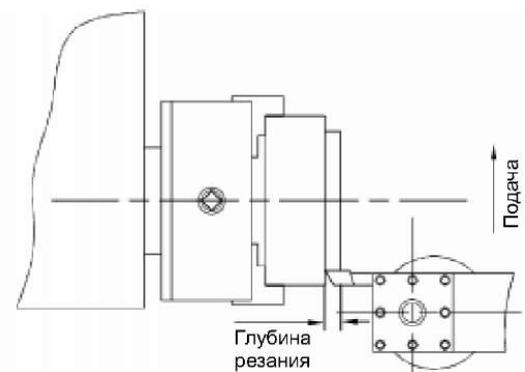

Рис. 20
10.2. Обработка поперечной подачей (Рис. 20)